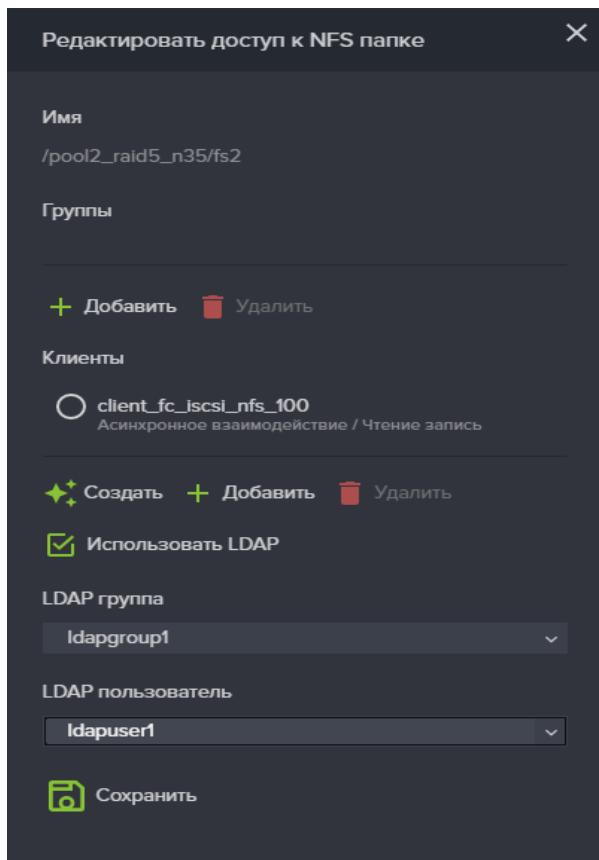

Рисунок 93. Окно редактирование доступа к NFS папке.
3. Нажмите на кнопку «Редактировать доступ», откроется соответствующее окно (см. Рисунок 93);